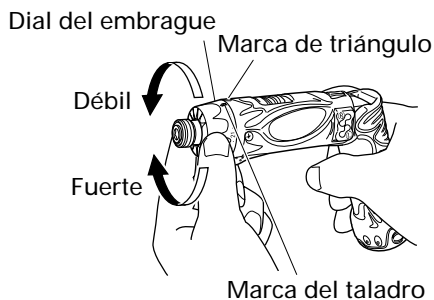

Fig. 8
### 6. Confirmar la posición del dial del embrague (Ver la Fig. 8).
#### (2) Indicación del par de apriete (Consulte la Fig. 8)
#### (3) Ajuste del par de apriete (Consulte la Fig. 8)